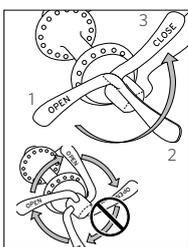

FIGURE 43:
- Verrouillez le mécanisme Clix. Placez le levier dans la paume de la main et amenez-le en position fermée tel qu'illustré dans la Figure 43.
- Ne serrez pas le mécanisme en tournant le levier comme un écrou papillon (Figure 43) car la force de serrage obtenue de cette manière ne suffit pas à maintenir la roue.